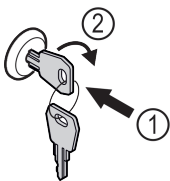

Fig. 174 Beispielhafte Darstellung
- Schlüssel hineindrücken Fig. 174 (1).
- Schlüssel um 90° im Uhrzeigersinn drehen Fig. 174 (2).